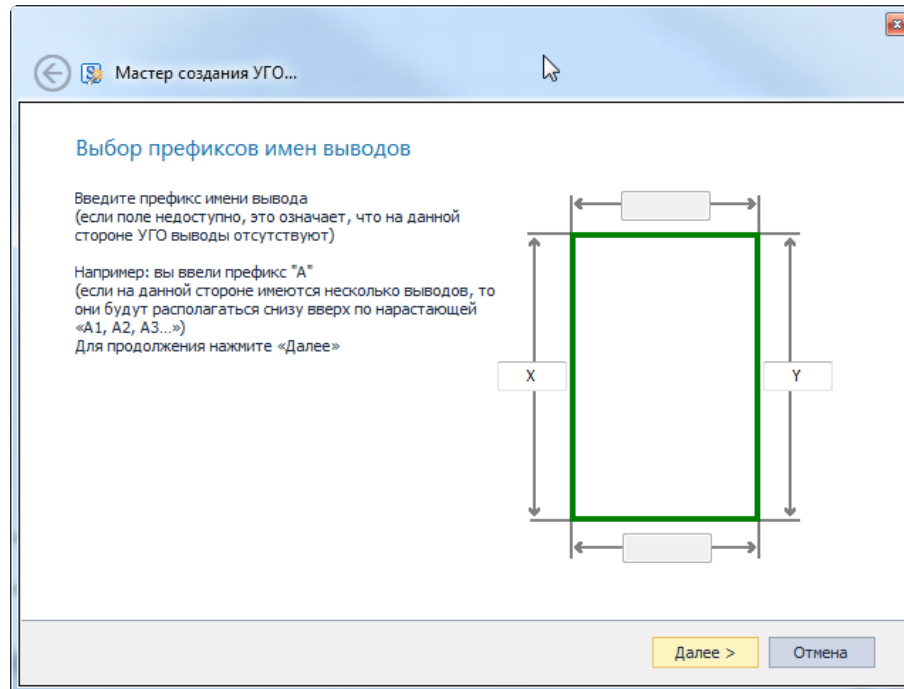

Рис. 233 Префиксы меток выводов
3. Указать префиксы меток выводов, см. Рис. 233. Префиксы указываются в полях на сторонах прямоугольника, по которым располагаются выводы. Если префикс имени не введен, то метки будут не заданы.